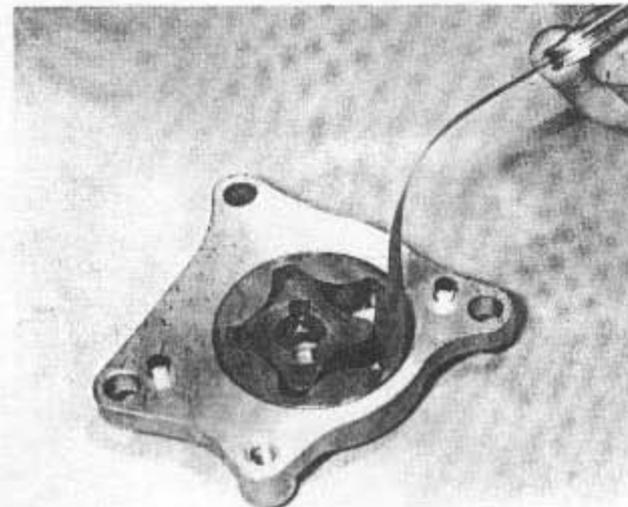

Bild 205
- Die Pumpe wird zusammengebaut, d. h. die Rotoren eingesetzt. Nun messe man mit Hilfe einer Fühlerlehre das Spiel zwischen äusserem Rotor und Pumpengehäuse (Bild 205). Falls der gemessene Wert 0,25 mm übersteigt, muss der Rotor und/oder das Gehäuse erneuert werden, je nachdem, was verschlissen ist. Anschliessend messe